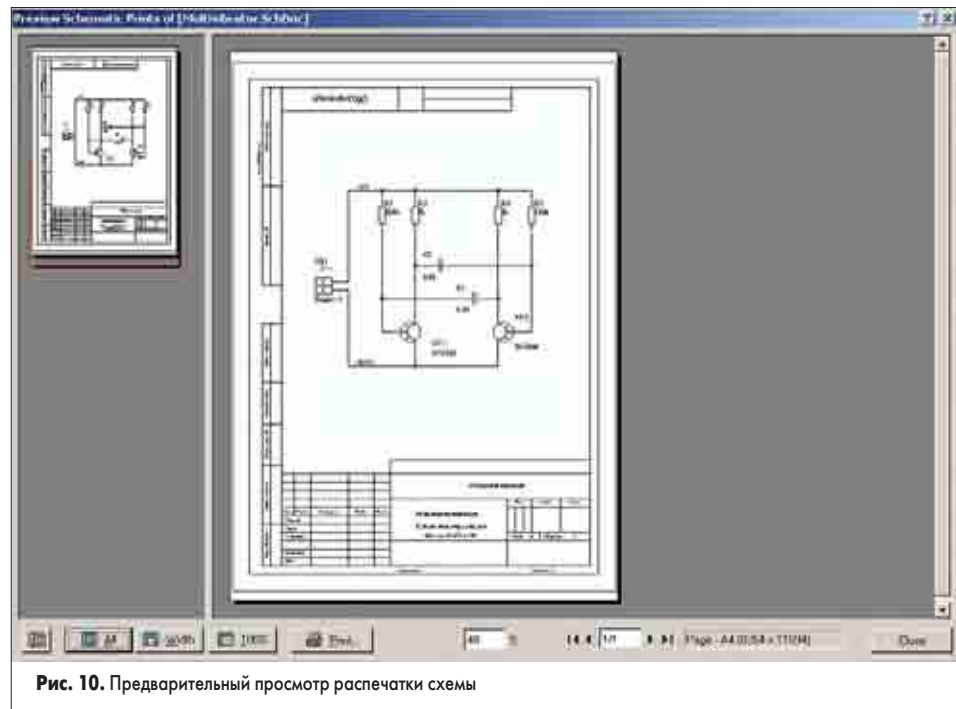

Рис. 10. Предварительный просмотр распечатки схемы
2. Выполним команду меню File | Print Preview. Откроется окно предварительного просмотра распечатки схемы. Если были настроены вертикальная ориентация бумаги и автоматическое масштабирование, то распечатка будет выглядеть, как показано на рис. 10. В некоторых случаях необходимо выполнить распечатку схемы в масштабе 1:1. Напомним, что изначально мы рисовали схему в масштабе 2 дискрета = 1 мм, что требует настройки масштаба печати 1.968.